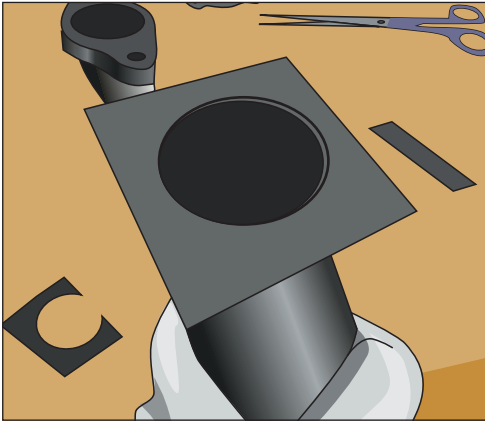

Рис. 1.33. Вырезание прокладки из паронита
- ❑ **Паронит** — прессованная смесь резины, обладающая такими свойствами, как термостойкость и сопротивляемость щелочным кислотам; подходит для любых типов соединений. Паронит выпускается в листовом виде с целью последующего изготовления из него герметизирующих прокладок (рис. 1.33, 1.34).